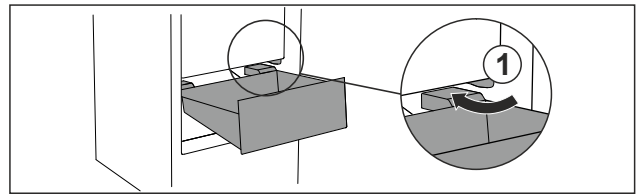

Fig. 116
- Schubfach schräg um die Stopper Fig. 116 (1) herumführen.